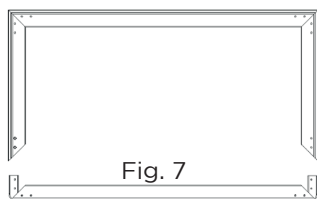
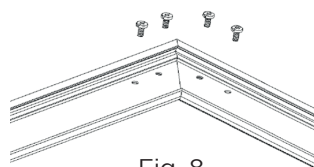

Fig. 7
Fig. 8
2. Far scorrere i due connettori angolari rimanenti nel profilo orizzontale inferiore e spingerli unendoli al resto della cornice come da fig. 7. (i due connettori angolari devono essere inseriti contemporaneamente e in modo uniforme nei profili verticali, si consiglia pertanto di farsi aiutare da un'altra persona) Allineare la cornice in modo che i fori dei connettori angolari corrispondano ai fori del cornice. Inserire le viti M5 da 8 mm in ogni foro, controllare nuovamente che la cornice sia allineata e serrare le viti completamente (6-8 Nm).(fig. 8 e 9)